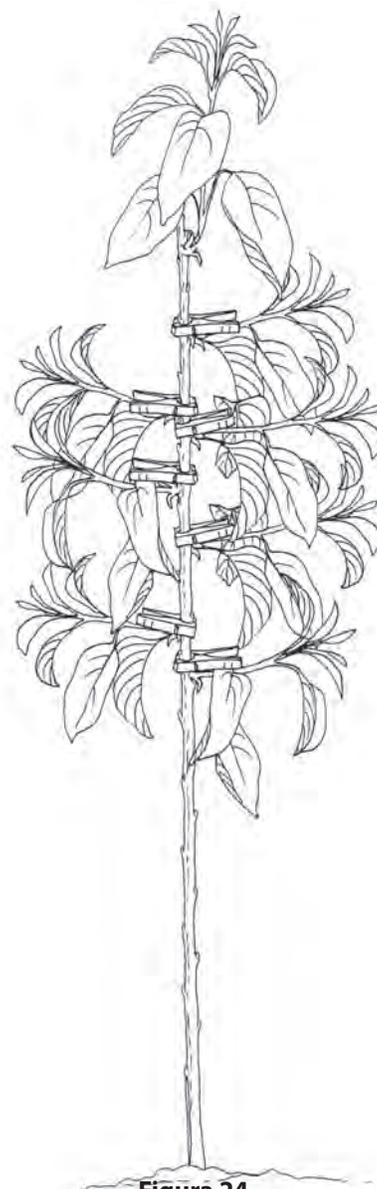

Figura 24
- Cuando los brotes laterales midan tres o cuatro pulgadas de largo, establezca ángulos abiertos mediante el uso de palillos o pinzas de ropa (Figura 24).